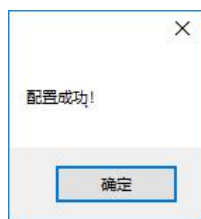

图 3.2.16 配置成功提示
(2) 传输完毕后弹窗自动关闭，然后弹框提示配置成功，如图 3.2.16，扫描仪指示灯窗口数码管显示 ，指示配置成功。